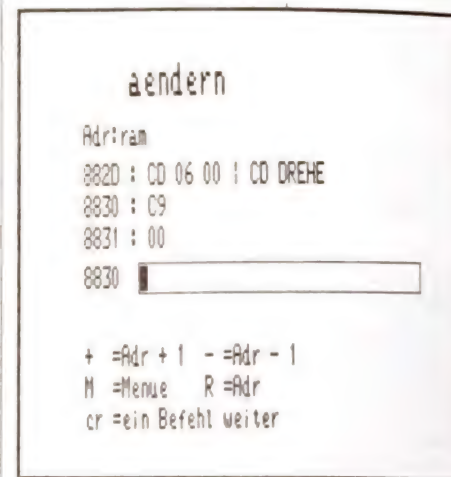

Bild 21. Das zeigt sich nach zwei CRs
4. Wenn der Speicherinhalt dem Bild entspricht, so muß man diesen Teil des Programms also nicht neu eingeben, sondern kann durch Drücken der Taste „CR“ den nächsten freien Speicherplatz anwählen. „CR“ schaltet immer einen ganzen Befehl weiter. Man muß es zweimal tippen, dann ist man bei Bild 21.